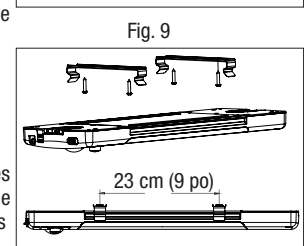

Fig. 9
Attachez les deux supports inclus (C) au mur ou au plafond avec les fixations fournies. Veillez à ce que les supports soient parallèles, alignés ensemble et espacés de 23 cm (9 po) au maximum (Fig. 9). Repérez les fentes sur les côtés longs du luminaire, tournez et enclenchez le luminaire dans les supports. Retirez en appuyant sur les languettes des supports.